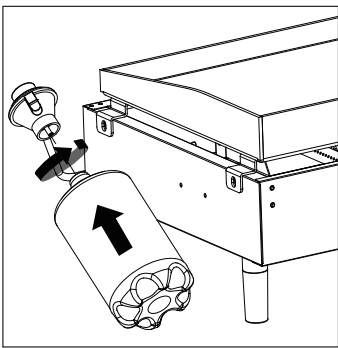

Figura 4
- Inserte y gire el tanque de gas propano líquido en el sentido de las manecillas del reloj hasta que encaje firmemente. APRIETE A MANO SOLAMENTE. Tenga cuidado de no dañar la rosca al apretarlo en el tanque (vea Figura 4).